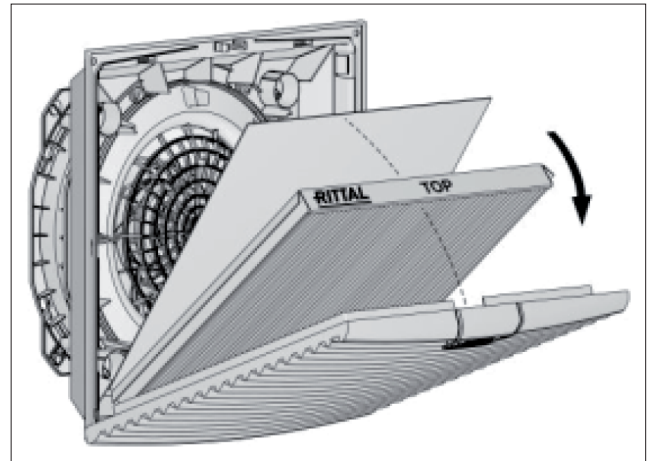

Abb. 9: Faltenfilter IP 55 einbauen
- Nur für IP 55: Legen Sie das bei den Faltenfiltern für IP 55 mitgelieferte Absorbervlies auf den bereits eingelegten Faltenfilter (siehe Abb. 9). Die Einbaurichtung des Absorbers ist hierbei egal.